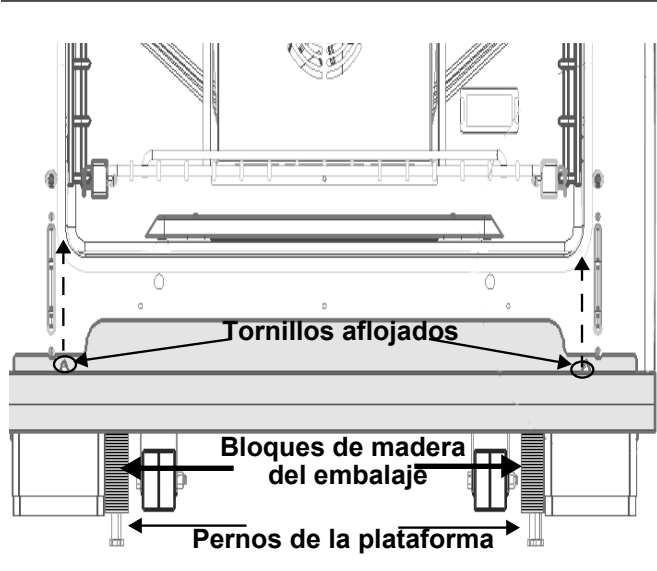

Figura 5: Adorno de Puerta, Bloques de Embalaje y Perno de la Plataforma
3. Todas las estufas están sujetadas a la plataforma con cuatro (4) pernos fijados a bloques de madera (vea la *Figura 5*). Se puede acceder a los dos pernos de la plataforma solamente después de haber quitado el adorno de la puerta, situado debajo de las puertas.